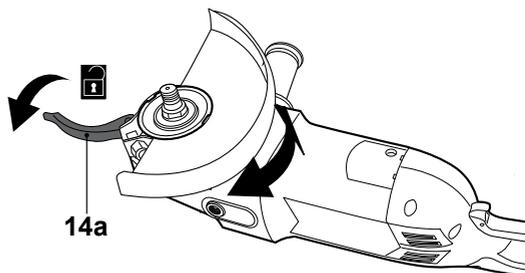

Fig. 10
- > Gire a proteção para a posição desejada (Fig. 10).